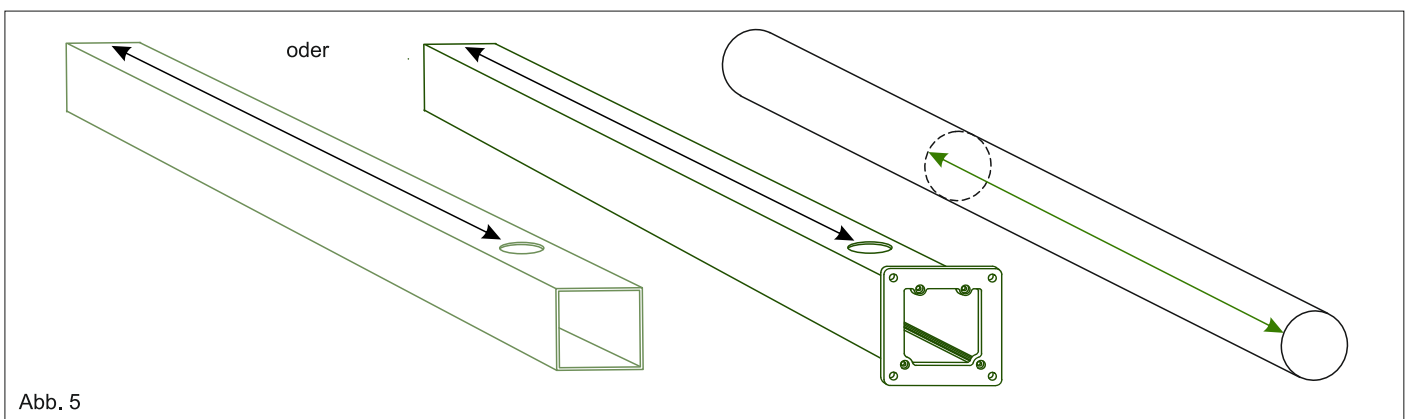

Abb. 5
A) B) 4. Messen Sie den Abstand zwischen der Öffnung und dem oberen Rand des Pfostens (siehe Bild) und passen Sie die Länge des Ablaufrohrs Ihren Gegebenheiten an. Siehe Abb. 5.